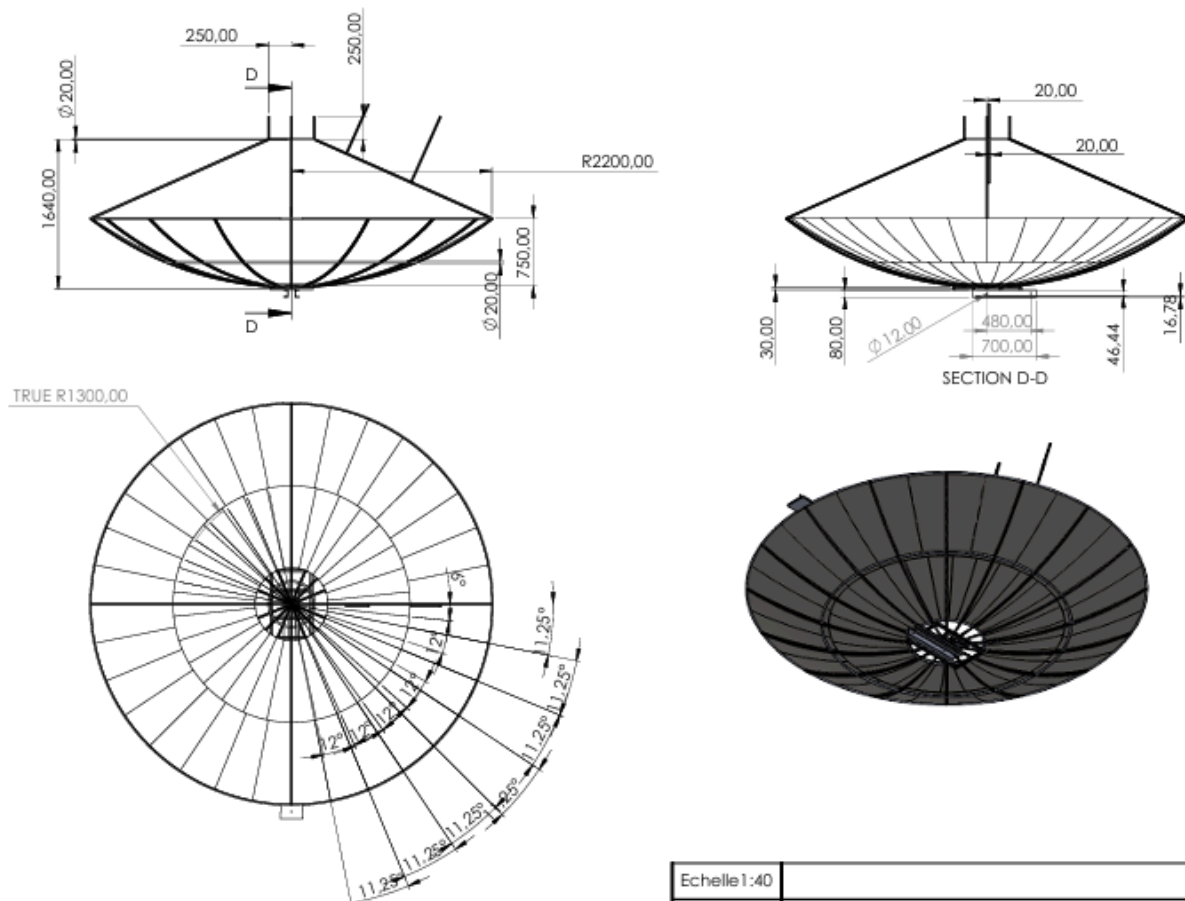

Figure 10 : Plan 2D du concentrateur parabolique constituée de 30 segments
3.1. Concentrateur parabolique (voir figure 10)